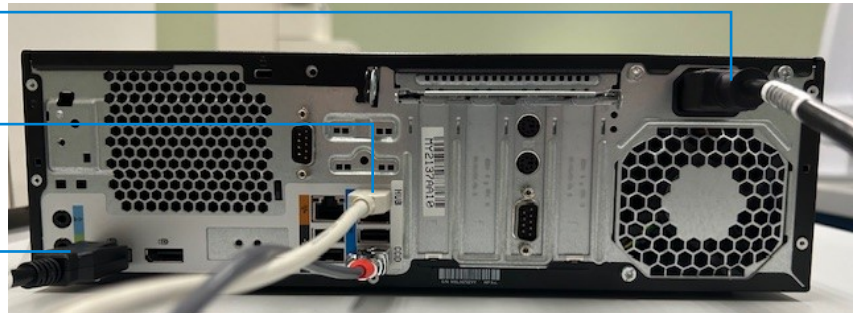
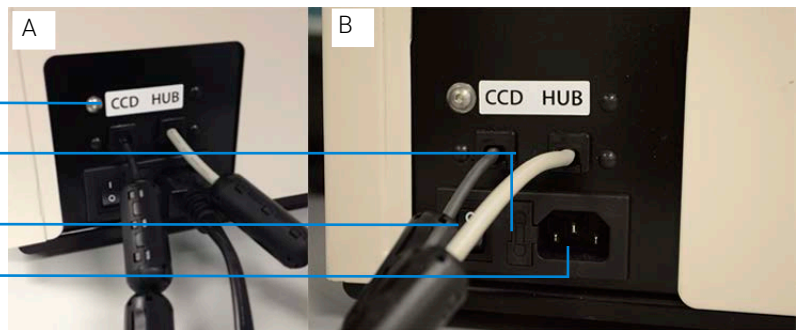

Figura 2 Vista de la parte trasera del PC con todas las conexiones eléctricas
Figura 3 Vista de la parte trasera del instrumento con todas las conexiones eléctricas
En la parte trasera del sistema Fragment Analyzer se incluye el panel de comunicaciones, donde se realizan las conexiones necesarias con el ordenador del instrumento y la toma de corriente para permitir su correcto funcionamiento (**Figura 2** y **Figura 3**).
- Conexiones de la **Figura 2**: parte trasera del PC.
- Conexiones de la **Figura 3**: Sistema Fragment Analyzer.